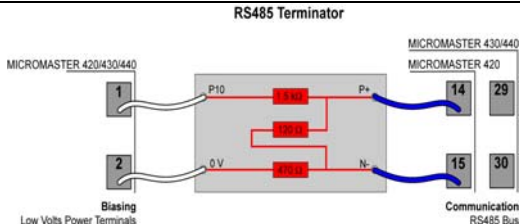
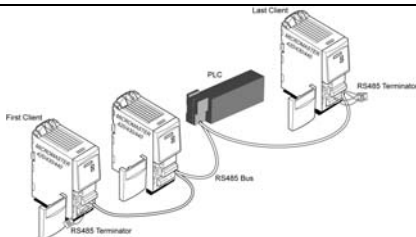

Fig. 1
Fig. 2
► When the MICROMASTER drive inverter is the last slave on the bus (Fig 2 on the right), and there are no other pull up/pull down resistors on the bus, the supplied terminator must be connected shown in Fig.1.
► When the MICROMASTER is the first slave on the bus (Fig. 2) the RS485 Terminator may be used to terminate the bus by using P+ and N- only, for the bus is powered by the last drive as explained.
► Ist der Umrichter der letzte Slave auf dem Bus (im Bild 2), so ist dort P+ und N- des benachbarten RS485 Terminators mit den RS485 Klemmen wie gezeigt (Bild 1) zu verbinden. P10 und 0V können zur Stromversorgung mit Klemme 1 und 2 verbunden werden.
► Ist der Umrichter der erste Slave (Bild 2, links), so braucht man dort nur den Bus mit P+ N- zu terminieren. **Zu beachten:** Die Stromversorgung mittels Pull-Up-/Pull-down-Widerständen muss immer zur Verfügung stehen, wenn die RS485 Kommunikation läuft!
- Cuando el MICROMASTER es el último esclavo del bus (Fig. 2), y no hay ninguna resistencia pull up/ pull down en el bus, el terminador debe conectarse tal y como se muestra en la Fig. 1.
- Cuando el MICROMASTER es el primer esclavo del bus (Fig. 2) el terminador RS485 se usa para terminar el bus conectando sólo P+ y N-, ya que el bus es alimentado por el último convertidor.
- Quando il MICROMASTER è l'ultimo slave sul bus (fig. 2), e non ci sono altre resistenze di pull up/down, i terminatori forniti devono essere collegati come in fig. 1.
- Quando il MICROMASTER è il primo slave sul bus (fig. 2), il terminatore deve essere usato solo per connettere P+ e N-
- ◆ 如果MICROMASTER变频器是总线上的最后一个从站(如图2中右面的一台变频器)，而且总线上没有其他的上拉/下拉电阻时，终端电阻必须按照图1所示的方法进行连接。
- ◆ 如果MICROMASTER变频器是总线上的第一个从站(如图2中左面的一台变频器)时，RS485的两个端子可以作为总线的终端，只使用P+ 和N-，关于总线由最后一台变频器供电的情况，请参看上面的说明。